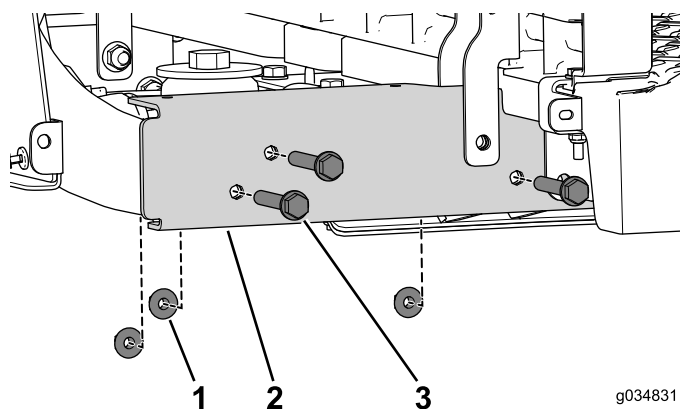

図 66
5. フランジボルト3/8 x 2-1/2 インチ3本とナットを外す 図 66。車体の反対側でも同じ作業を行う。